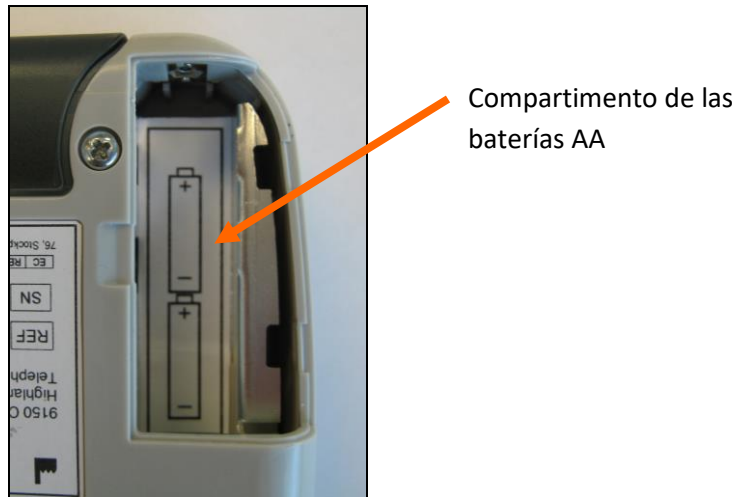

Figura 3: Grabadora ZepHr – Vista posterior con la cubierta del compartimento de las baterías abierta
- Coloque baterías alcalinas AA en el compartimento de las baterías de la grabadora. Asegúrese de que las baterías estén orientadas correctamente según los símbolos del compartimento de las baterías. Vea la Figura 3.
- Coloque baterías AA en el compartimento de las baterías de la grabadora. Asegúrese de que las baterías estén orientadas correctamente según los símbolos del compartimento de las baterías. Vea la Figura 3.